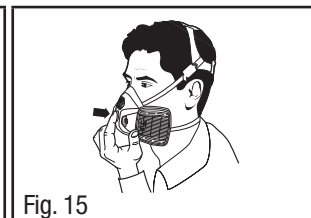

Fig. 15
1. Pressione levemente o botão de verificação da vedação até sentir resistência. Segure o botão nesta posição e inspire suavemente (Fig. 15). Se você sentir que a peça facial está se comprimindo levemente e aproximando-se de sua face, sem vazamentos entre a face e a peça facial, isto significa que houve uma vedação adequada.